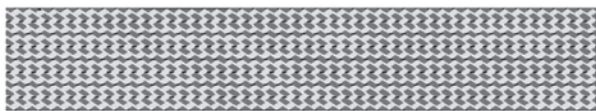

図 4
- ・筒状に巻き取ることによる織物の折れを回避するため、フラットに展開して巻き取る(図4)、(Pic2)。